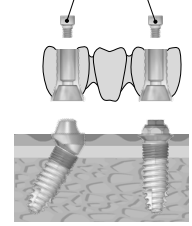

図5-6
- (d) 作製したプロビジョナルクラウンを洗浄・滅菌し、滅菌したスクリー（ゴールド・テンポラリーシリンドラー/スプリントヒーリングキャップ用）を用いて口腔内のアバットメントに固定する（締結トルクは 20 N・cm）（図 5-6）。